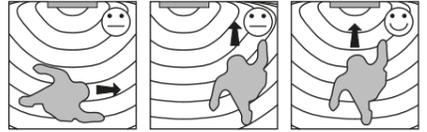

Figura 3: verso di movimento
- Tener conto del verso di movimento (vedere la figura 3).